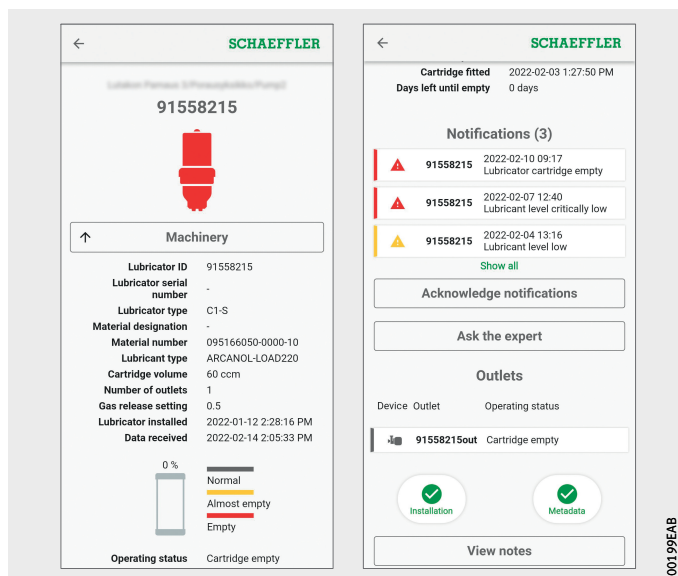

Figure 40
- ▶ Appuyer sur le bouton **[Add Lubricator]**, *figure 40*, page 49, ou sur le bouton **[Provision Lubricators]**, *figure 30*, page 37.